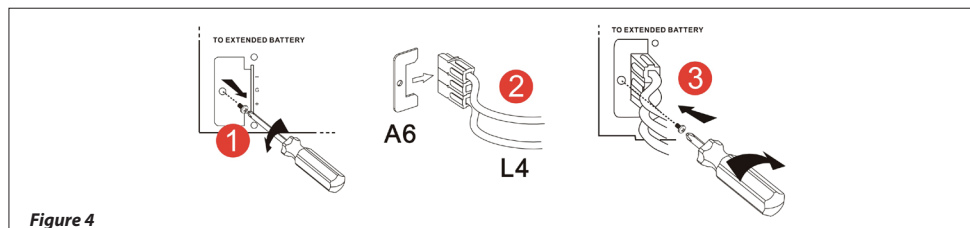

Figure 4
5. Brancher le chargeur aux batteries à l'aide du câble CC L1, L2, L3, L4, L5 (figures 4 et 5).